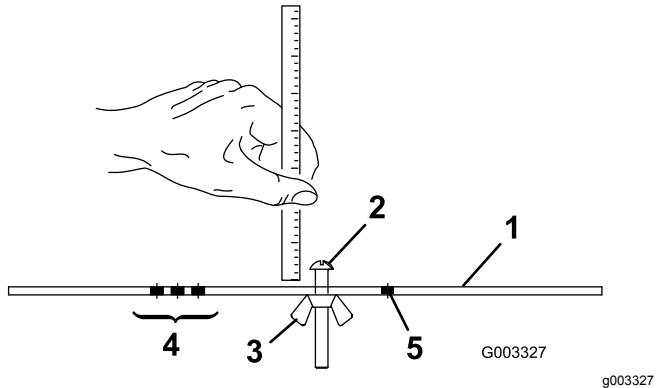

図 16
2. ゲージバー**図 16**のナットをゆるめ、調整ねじを希望の刈り高に合わせる